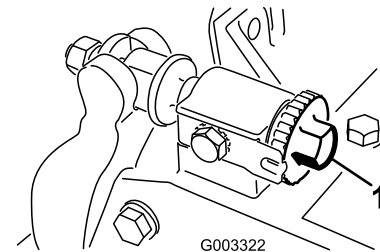
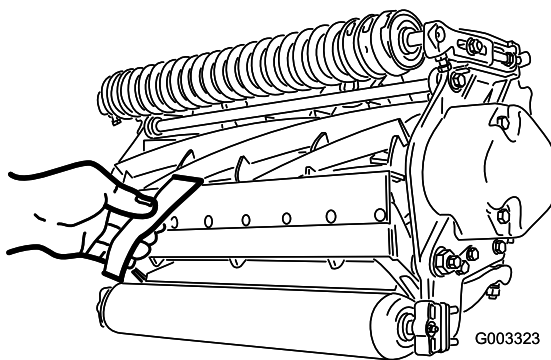

Figura 11
Figura 12
1. Coloque a máquina numa superfície de trabalho plana e nivelada. Não deixe que haja contacto com o cilindro, rodando os parafusos de ajuste da barra de apoio no sentido contrário ao dos ponteiros do relógio (Figura 11).
Importante: Certifique-se de que as porcas nos parafusos da extremidade traseira da barra de apoio não estão apoiadas na superfície de trabalho (Figura 11).
3. Numa das extremidades do cilindro, introduza uma tira de jornal entre o cilindro e a lâmina de corte (Figura 12). Enquanto roda ligeiramente o cilindro para a frente, rode o parafuso de ajuste da barra de apoio (Figura 11) no sentido dos ponteiros do relógio na mesma extremidade do cilindro, uma posição de cada vez, até que o papel esteja ligeiramente apertado, quando inserido pela parte dianteira, paralela à lâmina de corte. Quando puxar o papel, sentirá uma ligeira pressão.
5. Depois de ajustar, verifique se o cilindro aperta o papel quando este for inserido pela frente e se corta o papel quando este for inserido num ângulo recto, relativamente à lâmina de corte (Figura 12). Deve ser possível cortar o papel ao mínimo contacto com a lâmina de corte e as lâminas do cilindro. Se for evidente contacto/pressão excessivos será necessário voltar a polir a unidade de corte para obter pontas afiadas, imprescindíveis para um corte de precisão (consulte o manual de afinação de cilindros e cortadores rotativos Toro, Formulário N.º 80-300PT).